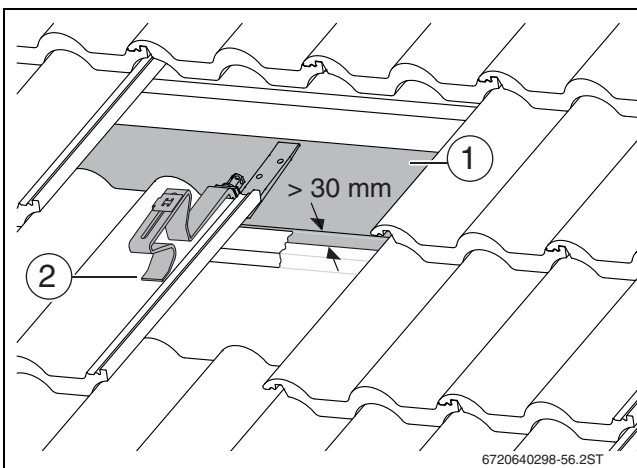

Рис. 21 Крепление стропильного анкера на доске/бруссе
- ▶ Если требуется, закрепите на стропилах доски/брусья, выдерживающие нагрузку (→ рис. 21 [1]). Если требуется, удалите промежуточную обрешётку в этом месте.
- ▶ Установите переднюю подпорку (→ рис. 21 [2]) на черепицу так, чтобы она при нагрузке легла во впадину черепицы.